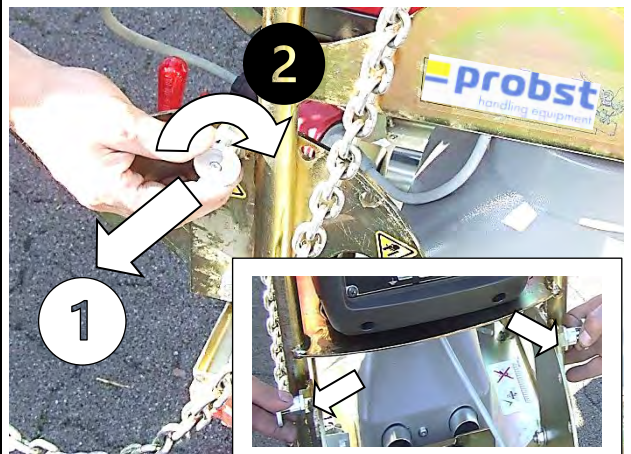

Abb. 01
Wird das Gerät mit Netz-Stromversorgung betrieben, **muss** das Netz-Stromkabel an der dafür vorgesehenen Stromkabelhalterung (1) am Handgriff (4) befestigt werden (siehe Abb. 01)!